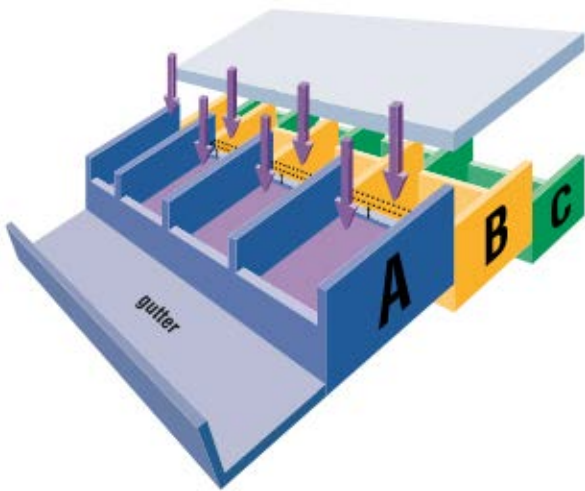

图 8. Vista Chip III CCD 上单个 DLA 的示意图，展示了像素之间潜在的屏障和防溢引出流槽
发射谱线被收集到 CCD 检测器表面的光敏像素 (A) 上，在那里它们被转换为电子信号，传输至寄存器 B 并暂存其中，然后从寄存器 C 读出 (图 8)。“溢出”是固态检测器的不良特性。当检测器中某部分的强烈光照会干扰相邻像素的测量时，就会发生这种情况。与分段式 CCD 检测器不同，Vista Chip III CCD 的每个像素都具有防溢出保护。如果有非常强的信号使像素饱和，多余的信号就会流向防溢出引流槽，而非邻近的像素。防溢出保护确保了即使存在高浓度的其他元素，也能准确测量痕量元素。